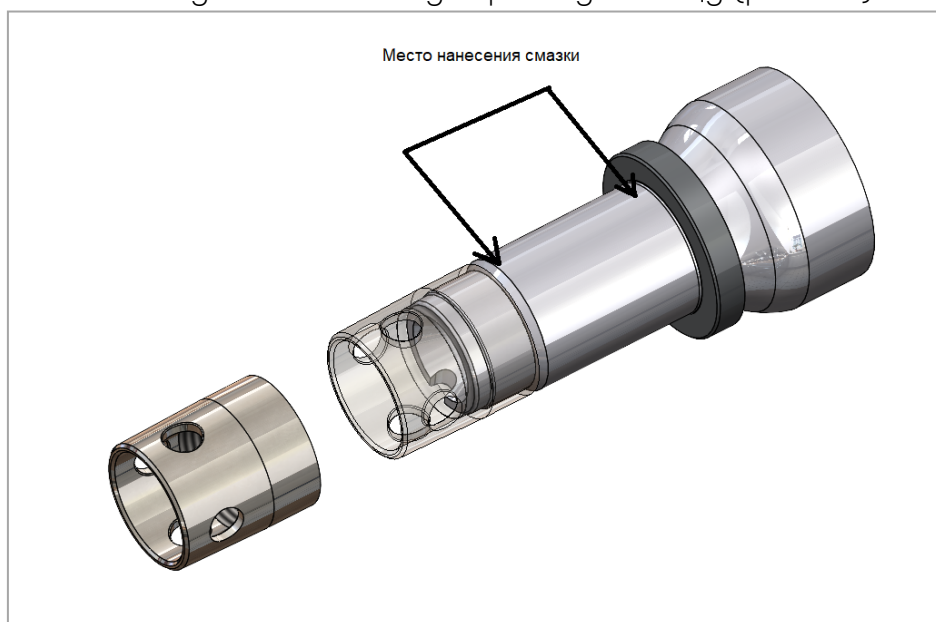

Рис. 10. Место нанесение смазки.
- 2) Нанесите тонкий слой антифреттинговой смазки 85% на цапфу, остаток 15% используйте ближе к упорному кольцу (рис. 10).